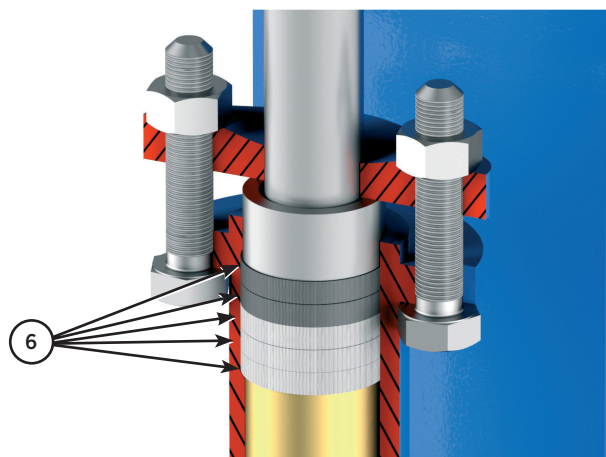

Fig. 21
Il premistoppa (6) standard delle valvole **CMO Valves** è costituito da diversi strati di materiale che assicurano la tenuta tra gli alberi e il corpo, impedendo qualsiasi perdita nell'atmosfera, sigillando e comprimendo il premistoppa per mezzo di boccole e flange avvitate, come illustrato nella fig 21.